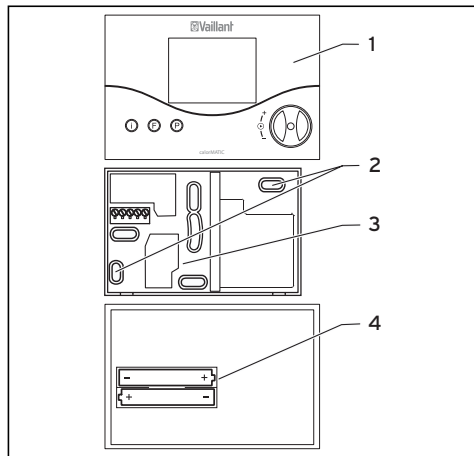

Fig. 9.2 Montagem do regulador de temperatura ambiente
- Faça dois orifícios de fixação **(2)** com um diâmetro de 6 mm (de acordo com a Fig. 9.2) e coloque as buchas fornecidas.
- Coloque as pilhas fornecidas no compartimento das pilhas existente na parte traseira do regulador (Fig. 9.2, Pos. 4). Tenha atenção à polaridade correcta das pilhas.